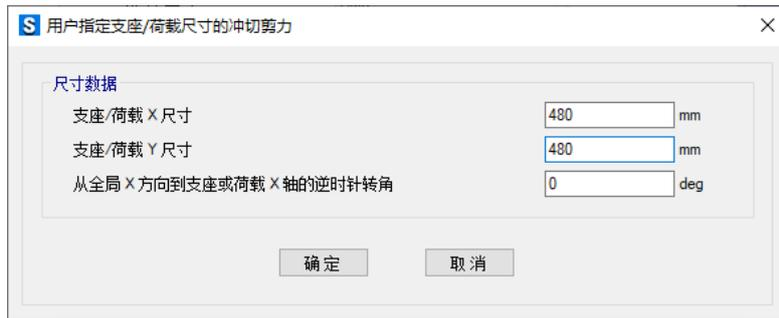

图 7 抗冲切校核覆盖项—指定支座/荷载尺寸
- 1) 如果是两个方向对称的 45 度冲切锥体，那么修改冲切周长可以选择“Specified Support/Load Size”直接输入上柱尺寸或换算桩的尺寸，如图 7 所示。